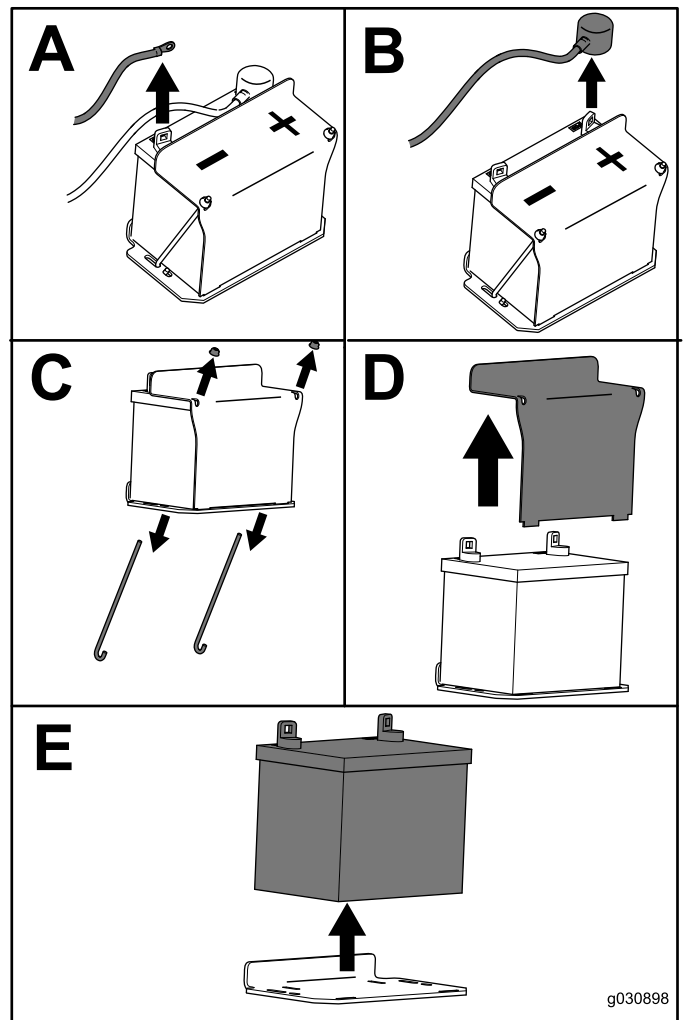

Figure 50
3. Retirez la batterie, comme montré à la Figure 50.